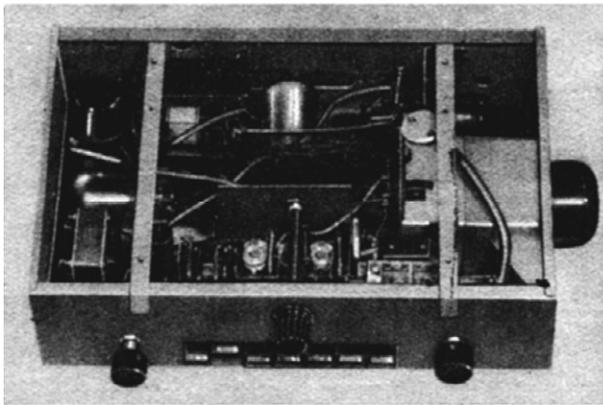

Bild 3. Blick in die Verdrahtung (Ansicht von unten).
2. die Gleichspannung U_1 am Ladekondensator C_1 mit der zugehörigen Belastung (Gleichstrom), die Größe des Ladekondensators C_1 und der Typ der zu verwendenden Gleichrichterröhre (Bild 3),
Bild 3. Schaltbeispiel eines Netztransformators mit Netzteil für die Anodenspannung (Gleichstromwerte) mit den zur Berechnung des Transformators notwendigen Werten.